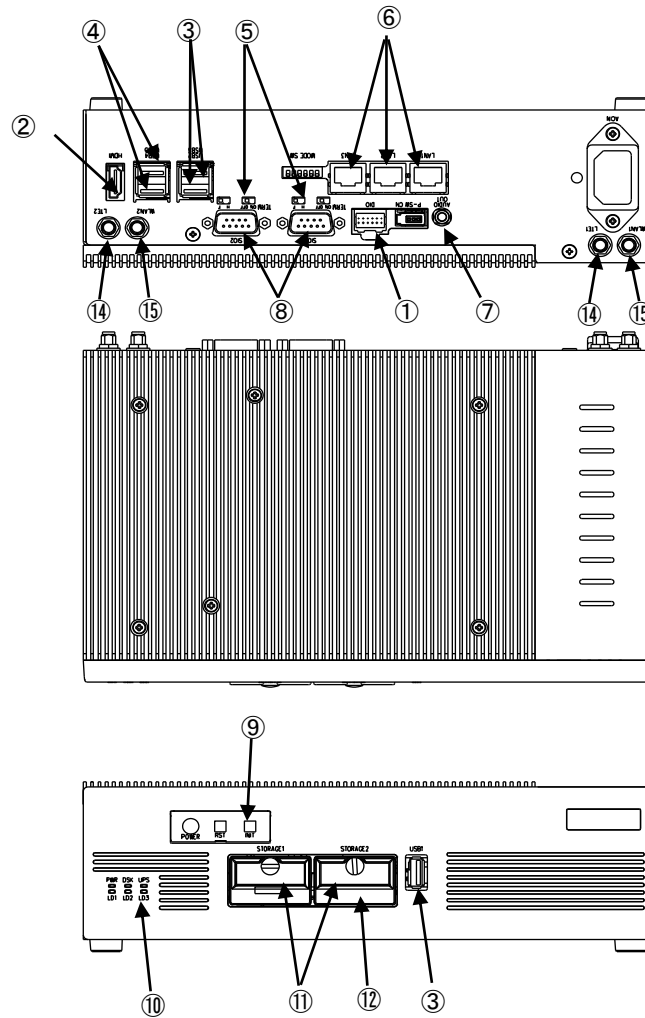

図 3-1-3. 外形図 (EC4A-100CA)
COM1	SI01 (図 3-1-3 ⑧) アプリケーションでシリアル通信に使用できます。 シリアルポート設定スイッチと組込みシステム機能のシリアルコントロール機能を使用することで、RS-232C/422/485 を切替えることができます。
COM2	SI02 (図 3-1-3 ⑧) アプリケーションでシリアル通信に使用できます。 シリアルポート設定スイッチと組込みシステム機能のシリアルコントロール機能を使用することで、RS-232C/422/485 を切替えることができます。
イーサネット	LAN1 (図 3-1-3 ⑥): 1000BASE Ethernet
イーサネット 2	LAN2 (図 3-1-3 ⑥): 1000BASE Ethernet
イーサネット 3	LAN3 (図 3-1-3 ⑥): 1000BASE Ethernet ※EC4A-010CT では使用できません。